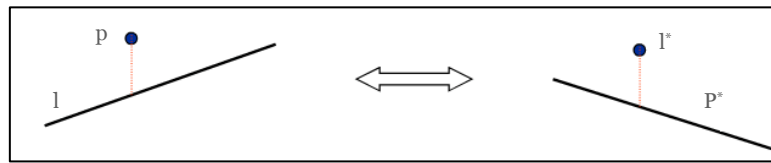

Figura 12.7. Transformación dual de un punto sobre una recta
- » Si un punto  $p$  está sobre una recta  $l$ , entonces la recta dual  $p^*$  está debajo del punto dual  $l^*$  (figura 12.7).